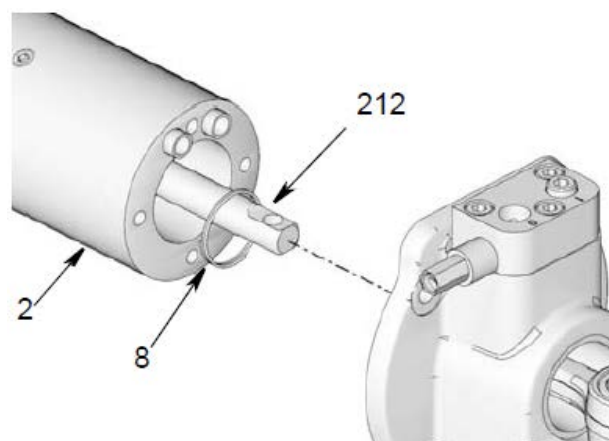

Рис. 19
12. Отсоедините переводной рычаг (212) от соединительного рычага (102) и отделите эти сегменты. Поместите сегмент (102) в безопасное место для дальнейшего использования при повторной установке (рис. 19).